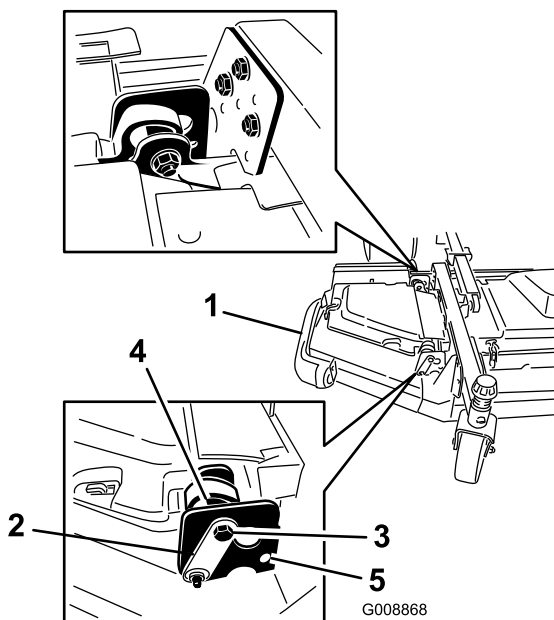

図 7
- ・ 偏芯スペーサ（2枚）をウイングレットに固定しているボルトとナットをゆるめる（図 7）。
- ・ 後ろ側の（トラクションユニットに近い方の）偏芯スペーサを回して、外側のブレードの先端の高さが希望する刈高よりも 3mm 高くなるように調整する（図 7）。